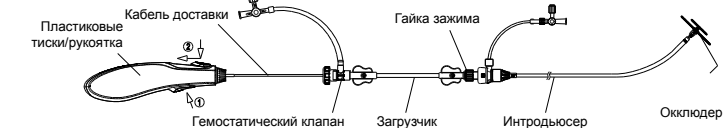

Рис. 9. Изображение высвобождения окклюдера
- Удерживайте интродьюсер в соприкосновении со втулкой окклюдера, затем осторожно потяните кабель назад, пока он не отделится от окклюдера. Полностью удалите кабель доставки и интродьюсер из пациента (см. **рис. 9**).